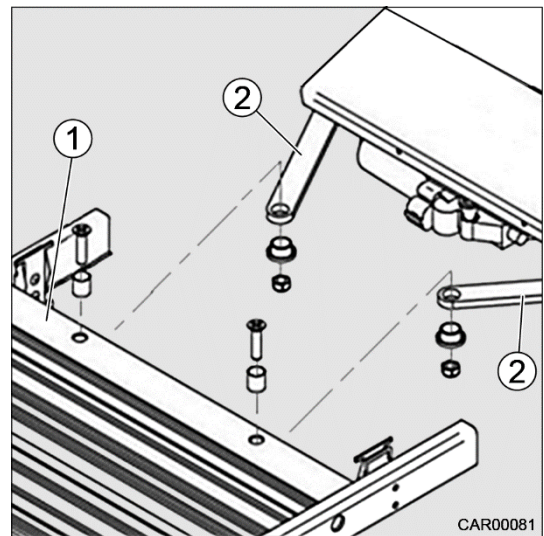

Fig. 213 Déverrouillage de secours
2. Desserrer la marche (Fig. 213/1) des tiges d'entraînement (Fig. 213/2) (clé n°10).